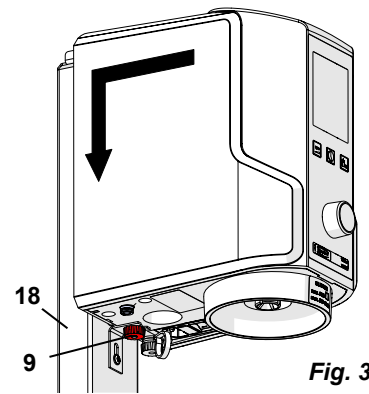

Fig. 3
- ⇒ Sørg for at sikre apparatet med en fingermøtrik (9, fig. 3).